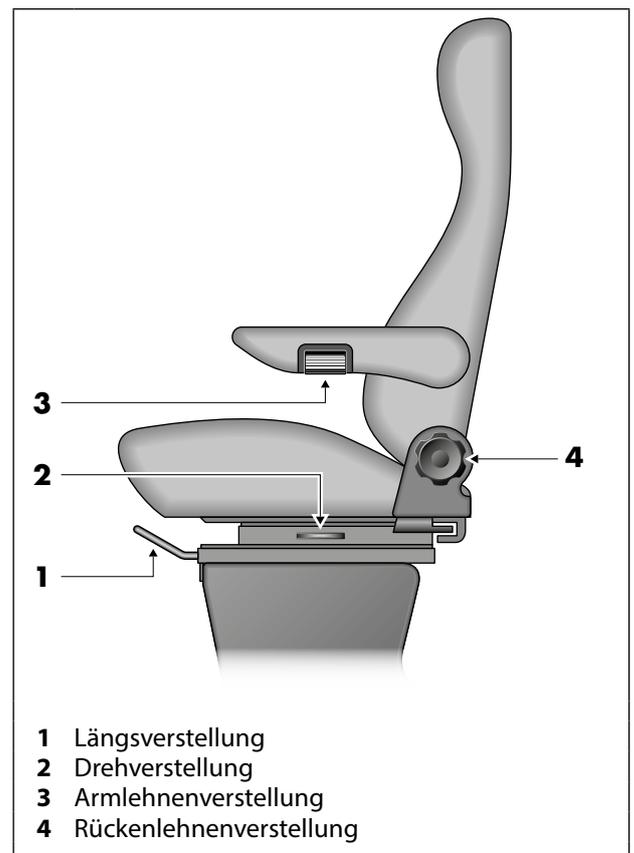

Abb. 1 Bedienelemente Fahrer- und Beifahrersitz
1. Entriegelungshebel (Abb. 1, Pos. 1) nach oben ziehen und halten.
1. Entriegelungshebel (Abb. 1, Pos. 2) ziehen und halten.
Handrad (Abb. 1, Pos. 4) nach vorne bzw. hinten drehen und Rückenlehne nach vorne bzw. hinten verstellen.
2. Die Einstellung der Armlehnenhöhe über Drehwalze (Abb. 1, Pos. 3) vornehmen.